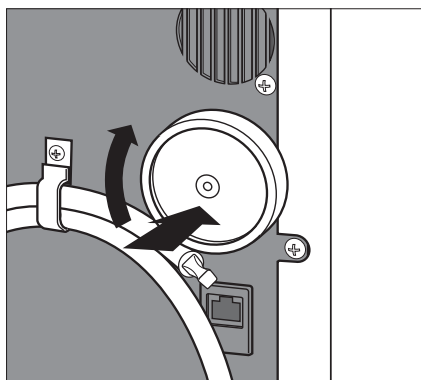

図 25
- 4) 新しいエアフィルタを時計方向に回し取り付けます。(図 25)